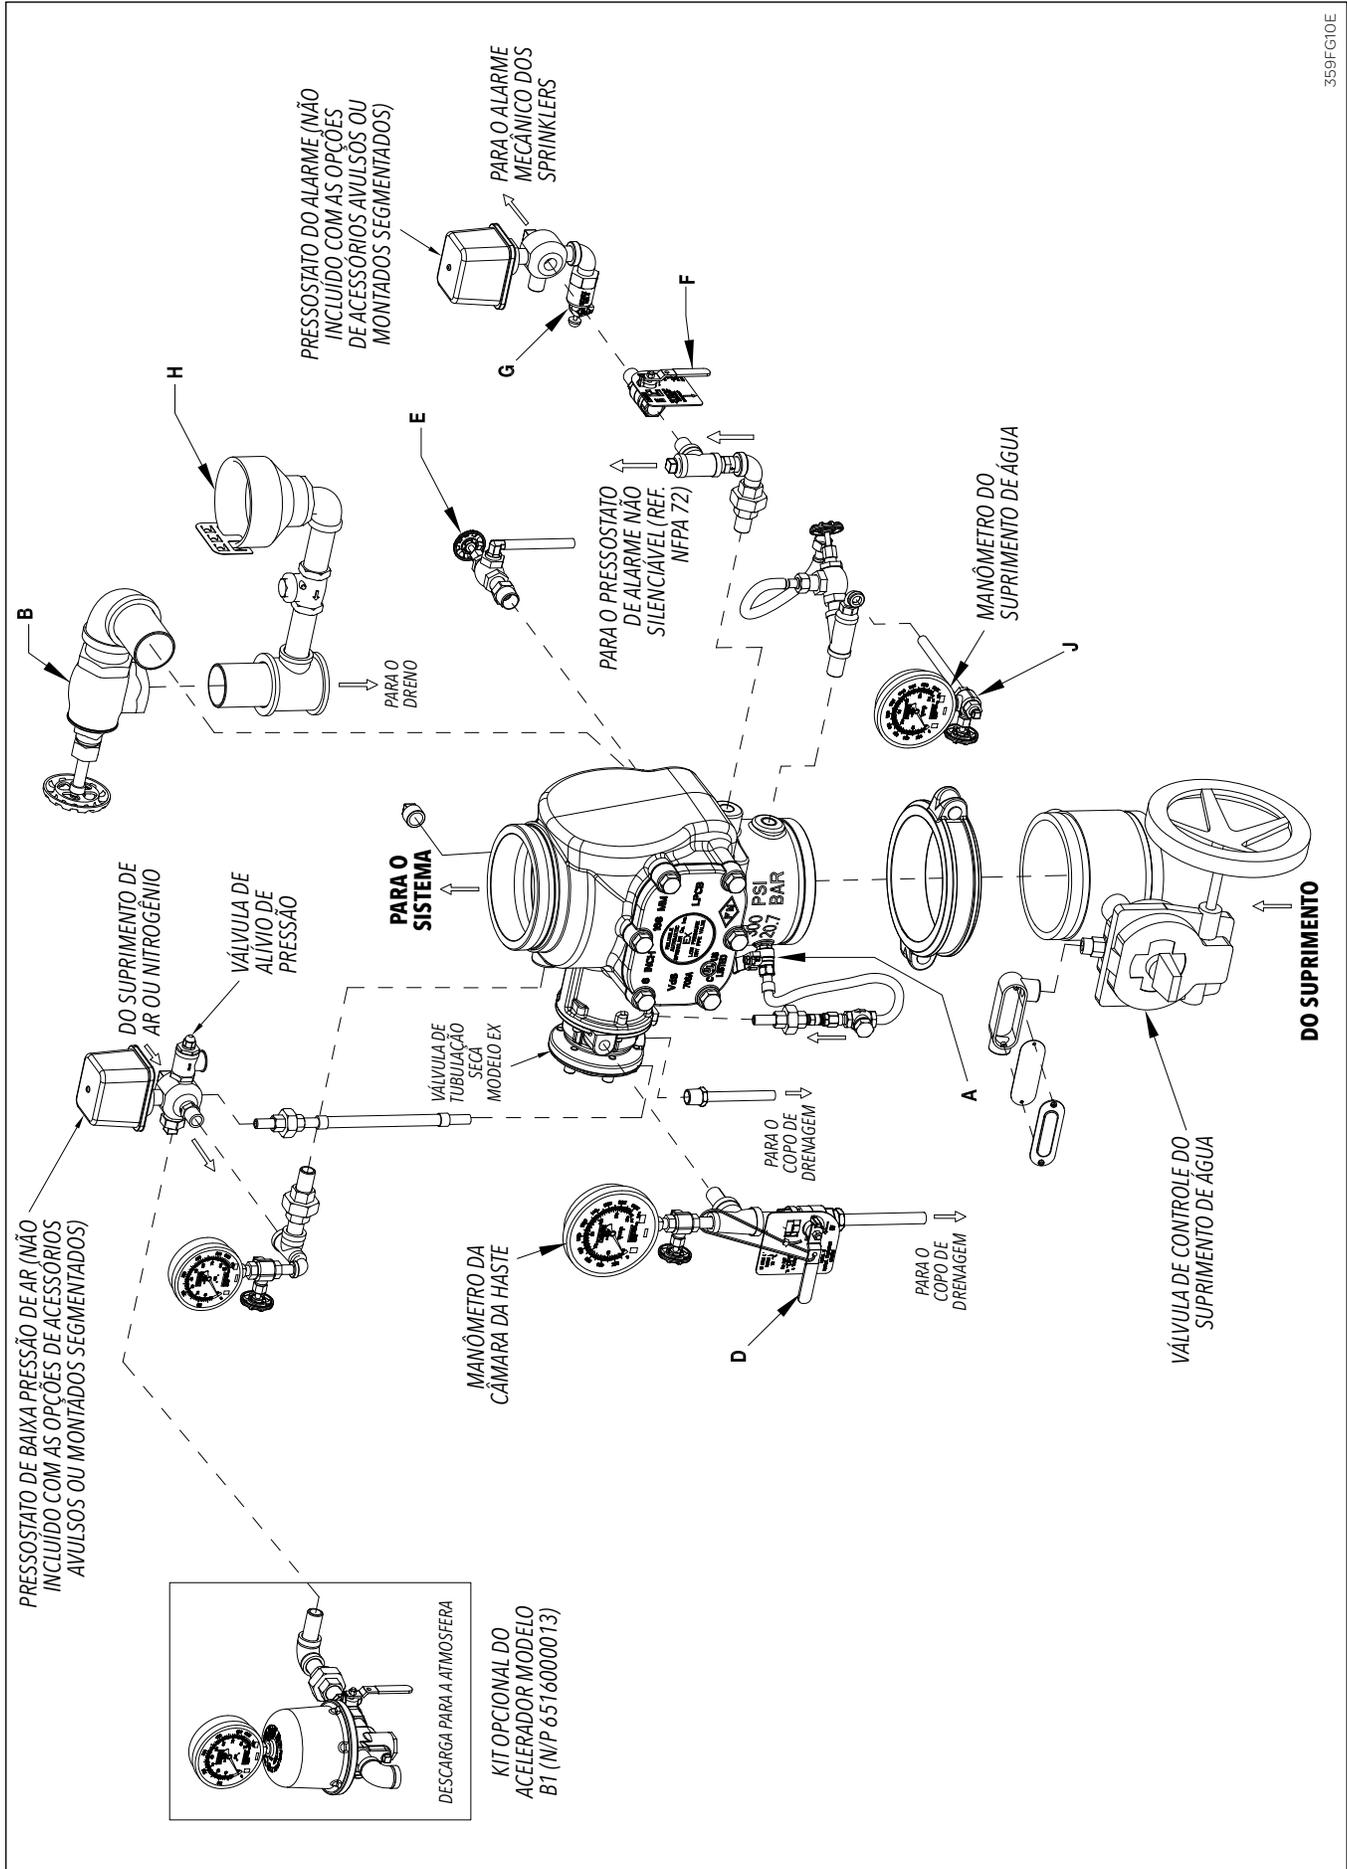

Fig. 10
2. Linha de alarme – certifique-se de que a válvula F (Fig. 10) está aberta e assegure que permaneça nessa posição.
4. Válvula esfera de drenagem (válvula de drenagem automática) – certifique-se de que a válvula F (Fig. 10) está aberta. Empurre o pistão para assegurar que a retenção esférica seja afastada do assento. Se nenhuma água for observada, o assento da válvula de tubulação seca está estanque.
5. Pressão pneumática do sistema – verifique se o manômetro de ar do sistema (Fig. 10) e o manômetro do suprimento de água (Fig. 10) atendem às condições da Tabela A.
2. **Vazamento na válvula esfera de drenagem (válvula G, Fig. 10).**
**b. Fuga de água ou ar na válvula esfera de drenagem (válvula G, Fig. 10):**
A. Feche a válvula principal de controle do suprimento de água para a válvula da tubulação seca e abra a válvula de drenagem principal de 1-1/4" nas válvulas de 2" (50 mm), 2-1/2" (65 mm), 76 mm e 3" (80 mm) OU a válvula de drenagem principal de 2" nas válvulas de 4" (100 mm), 165 mm, 6" (150 mm) e 8" (200 mm), válvula B (Fig. 10). Abra a válvula de drenagem da coluna d'água (E, Fig. 10). Abra a válvula D da estação manual de emergência Modelo B (Fig. 10).